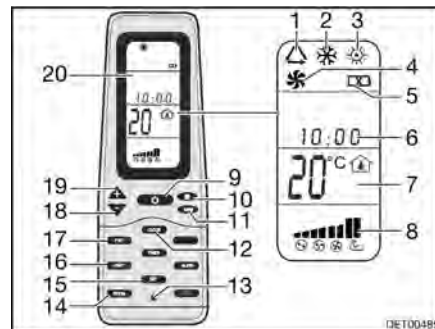

Bild 141 Fjärrstyrning
- Tryck på knappen ON/OFF (Bild 141,9).
- Tryck så många gånger på knappen "Mode" (Bild 141,11) tills önskad driftstyp (Bild 141,1, 2, 3 eller 4) visas på displayen (Bild 141,20).
- Ställ in önskad temperatur med knapparna "+" (Bild 141,19) och "-" (Bild 141,18).
- Med knappen Fläktvarvtal (Bild 141,10) väljs önskad fläktkapacitet.